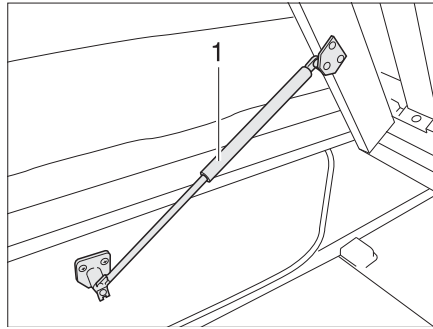

Bild 158 Fast säng
- Lyft ribbotten. Gasfjädrarna (Bild 158,1) håller kvar ribbotten i öppet läge.